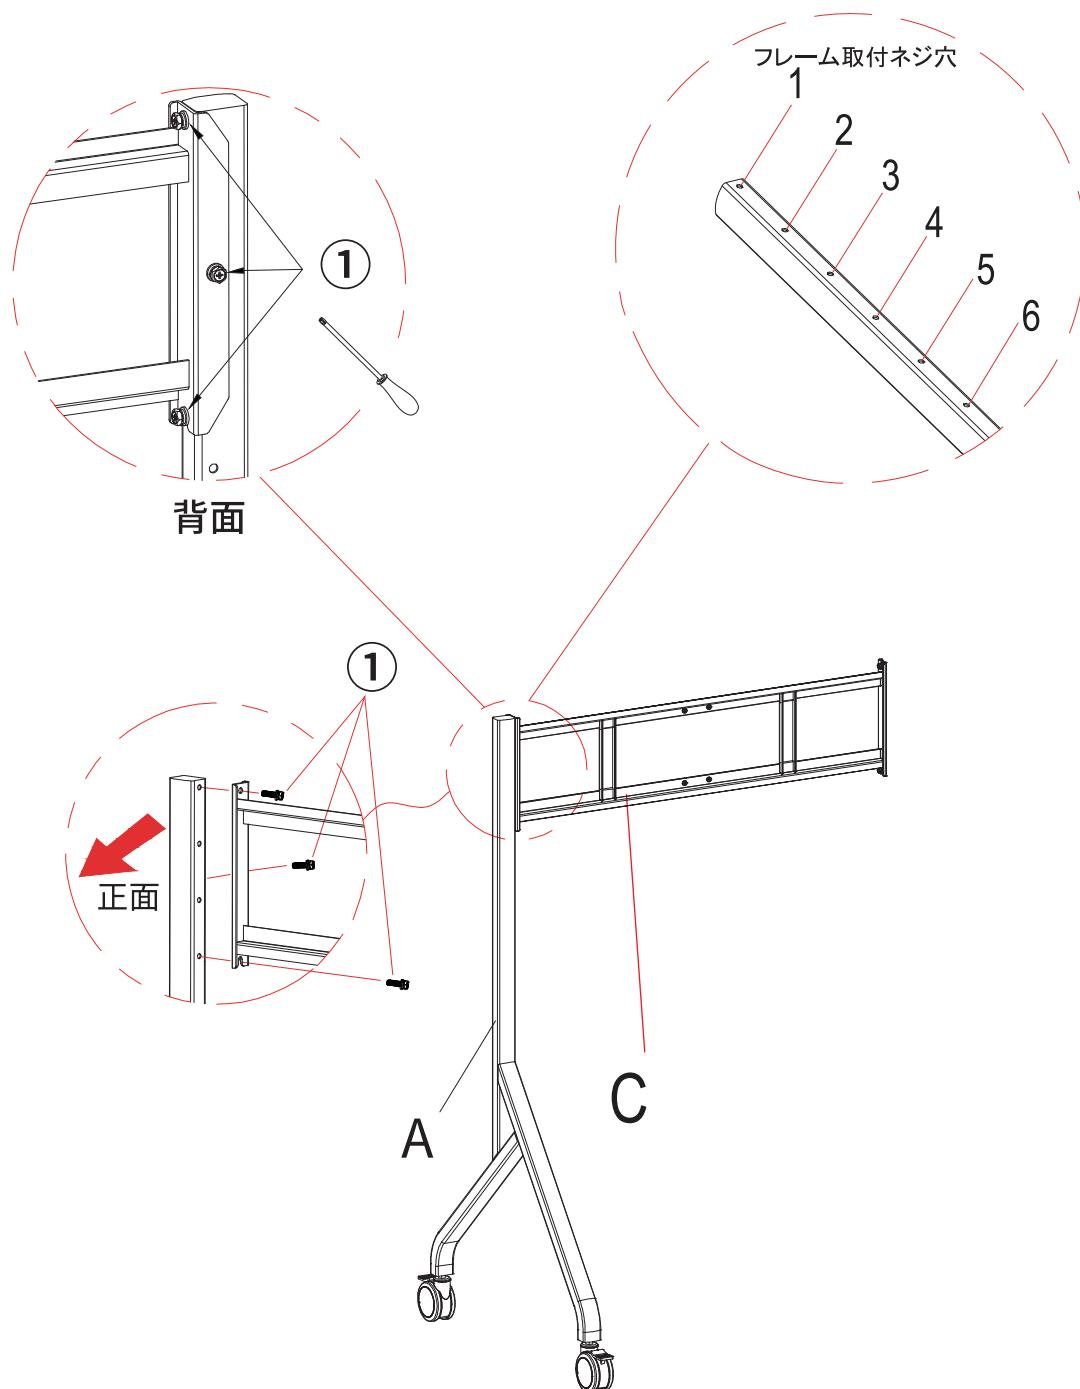

図 2
Step2: センターフレームを片側の脚に取り付けます。(図2)